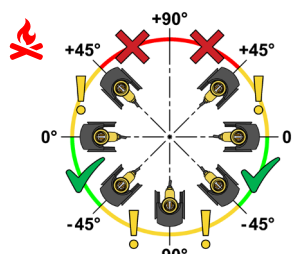

Fig.7
- **Modelli con portata nominale da 3,5 a 100 m3/h:** il sensore di flusso può essere orientato con inclinazioni comprese fra 45° e -90°. In particolare, l'orientamento con angolo compreso fra -45° e -90° è consentito nel caso in cui si sia verificata l'assenza di impurità e sporco all'interno del fluido termovettore. L'orientamento con angolo compreso fra 45° e 0° invece è consentito nel caso in cui si sia verificata l'assenza di aria all'interno del fluido termovettore (Fig.7).